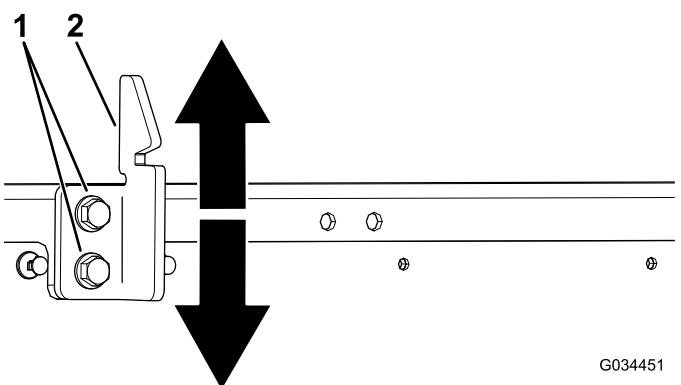

Рисунок 9
- Ослабьте 2 болта на ударном выступе защелки кузова и переместите ударный выступ вверх или вниз, если он расположен слишком низко или слишком высоко (Рисунок 9).
- Затяните 2 болта на ударном выступе защелки кузова (Рисунок 9).